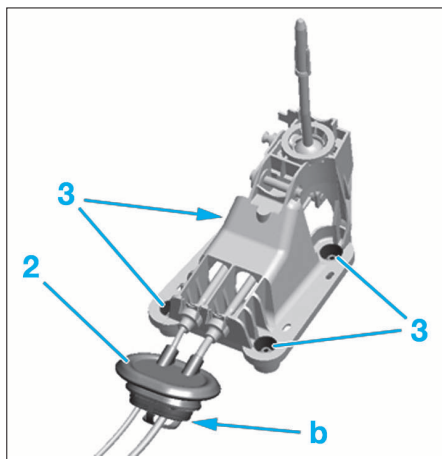
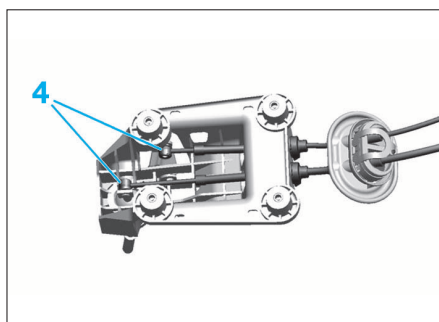

FIG. 14
FIG. 15
- Déclipser l'entretoise de maintien des câbles de commandes en "b" (Fig.14).
- Dégager le joint d'étanchéité (2).
- Déposer les écrous (3).
- Déclipser les rotules (4) à l'aide de l'outil [1] (Fig.15).